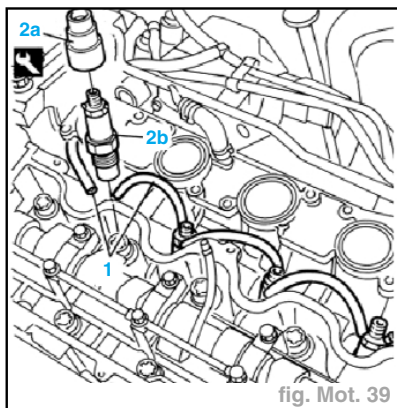

fig. Mot. 39
- Détacher les tuyaux de retour carburant (1) des injecteurs (fig. Mot. 39).